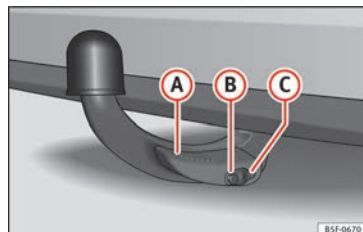

Fig. 232 Bola desmontable fijada correctamente
- La palanca **A** » fig. 232 está totalmente levantada.
- El perno de desbloqueo **B** » fig. 232 sobresale completamente (su parte roja y verde es visible).
- La tapa **C** » fig. 232 está colocada sobre la cerradura.